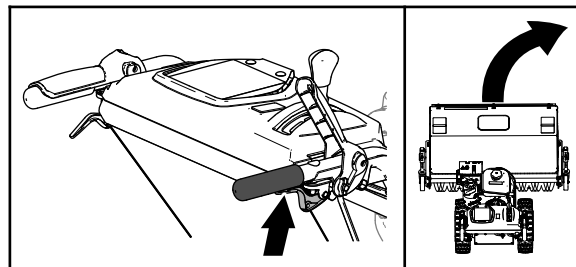

Figuur 16
- Om een bocht naar links te maken bedient u de tractiehendel en de linker wielkoppelingshendel (Figuur 16).